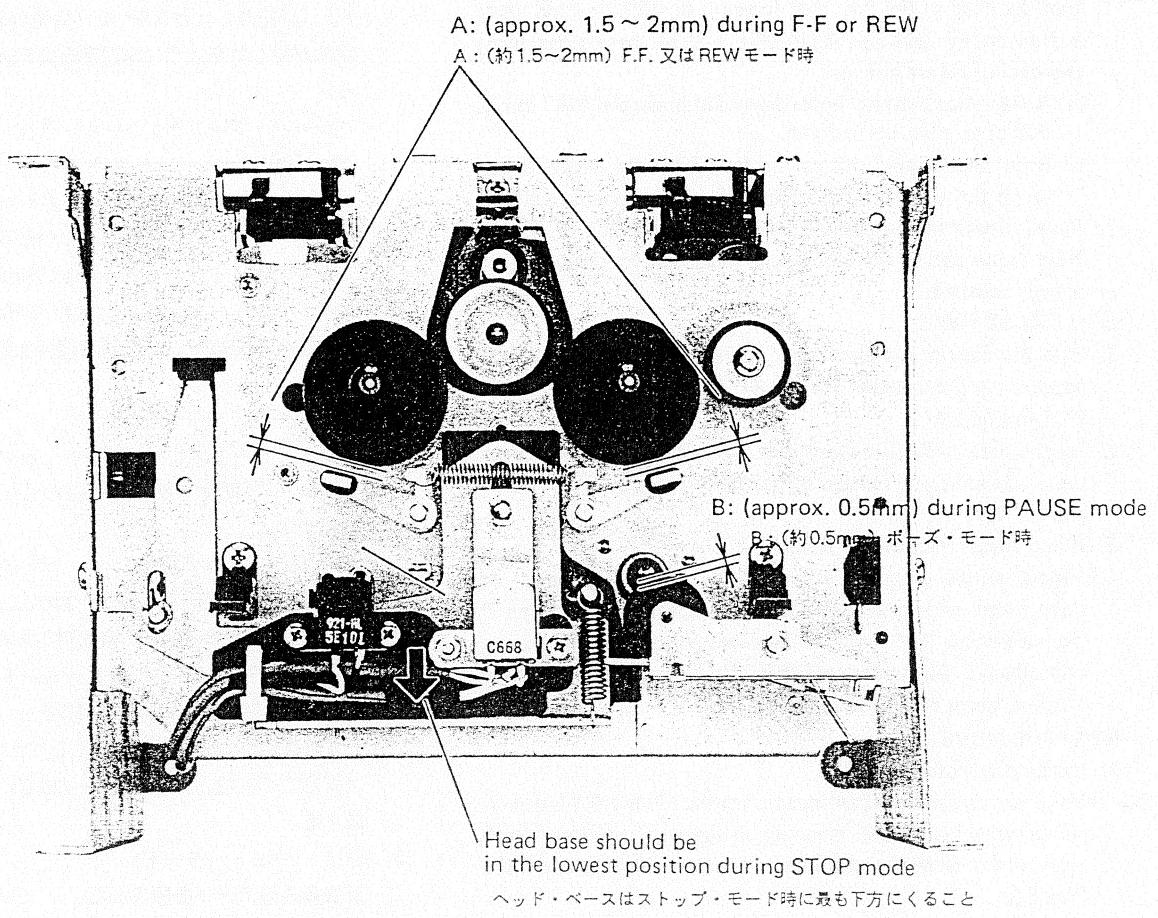

Fig. 5-2
- A clearance between brake drum and brake pad ("A" in Fig. 5-2) of approx. 1.5 to 2 mm.
- Set the deck to PAUSE mode and observe the clearance between the pinch roller and capstan shaft ("B" in Fig. 5-2). It should be approx. 0.5 mm.
- ブレーキ・ドラムとブレーキ・パッドのすき間 (図5-2の A) が約 1.5mm~2mm であること。
- ポーズ・モードの時にピンチ・ローラとキャプスタン・シャフトの間隔 (図5-2の B) が約 0.5mm であるか確認する。